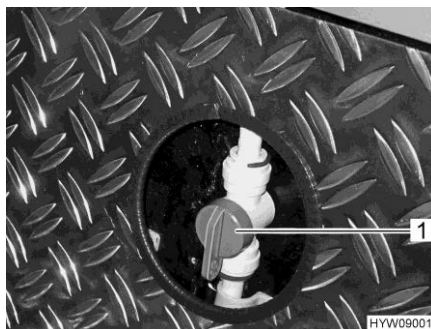

Fig. 170 Vannes d'alimentation (chauffage garage arrière)
- Placer la poignée (Fig. 170,1) de la vanne d'alimentation du chauffage du garage arrière parallèlement à la conduite de chauffage. Le chauffage du garage arrière fonctionne alors à sa puissance maximum.
- Placer la poignée (Fig. 170,1) de la vanne d'alimentation du chauffage du garage arrière dans une position quelconque. L'alimentation en eau chaude du garage arrière se laisse ainsi régler en continu.
- Placer la poignée (Fig. 170,1) de la vanne d'alimentation du chauffage du garage arrière transversalement à la conduite de chauffage. Le chauffage du garage arrière est maintenant éteint.